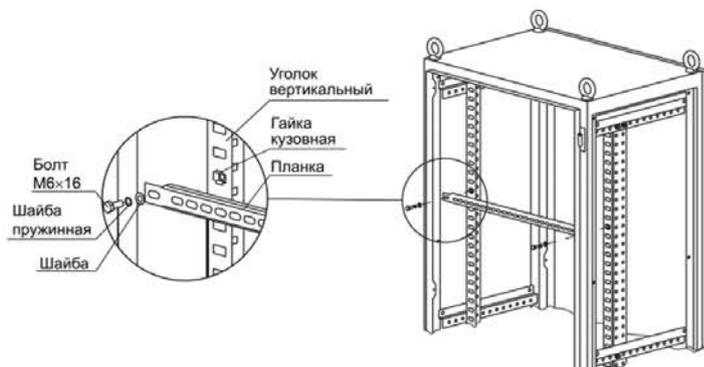

Рисунок 5
4.4.2 Приложите планку к уголкам вертикальным и закрепите болтами М6×16 с шайбой и шайбой пружинной (рисунок 5). Момент затяжки 5 Н·м.